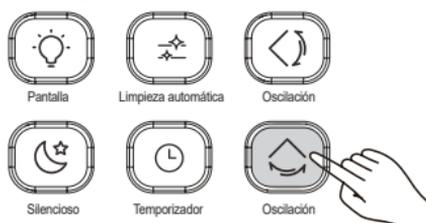

Figura 3.12
① Cuando la unidad está encendida. Pulse  (consulte la figura 3.12). Inicie la función de oscilación horizontal, se encenderá  y la señal se enviará a la unidad interior.